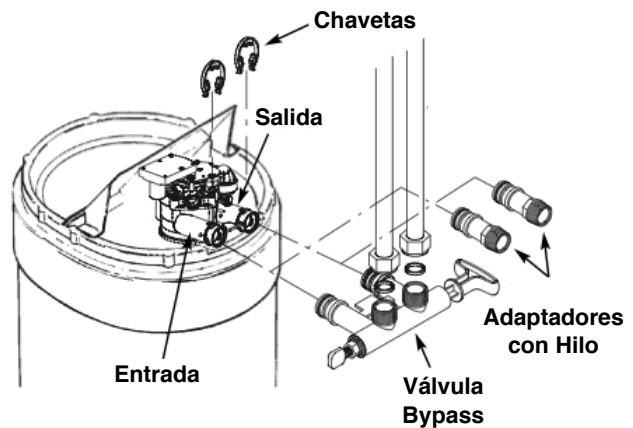
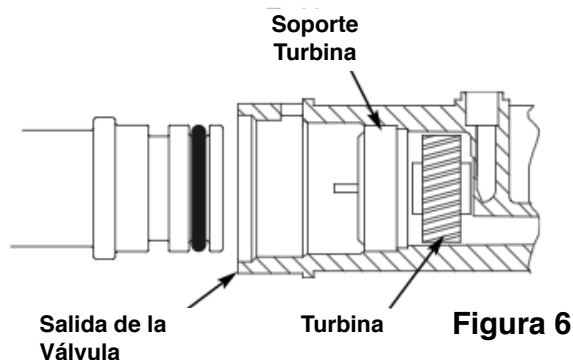

Figura 5
Figura 6
5. Revise y retire cualquier material ajeno desde la entrada y salida de la válvula del ablandador(Figura 5). Retire de la válvula las dos chavetas que se usarán para fijar el bypass o los conectores con hilo. Asegúrese de que la turbina y su soporte se encuentras en su lugar(Figura 6).